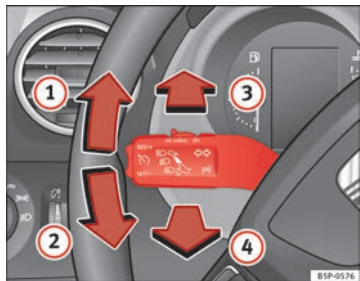

Abb. 78 Blinker- und Fernlichthebel
- Drücken Sie den Hebel bis zum Anschlag nach oben ⇒ Abb. 78 ①, um **rechts** zu blinken bzw. nach unten ②, um **links** zu blinken.
- Drücken Sie den Hebel bei eingeschaltetem Abblendlicht nach vorne ⇒ Abb. 78 ③, um das Fernlicht einzuschalten.
- Drücken Sie den Hebel zum Lenkrad, ⇒ Abb. 78 ④ um das Fernlicht auszuschalten.